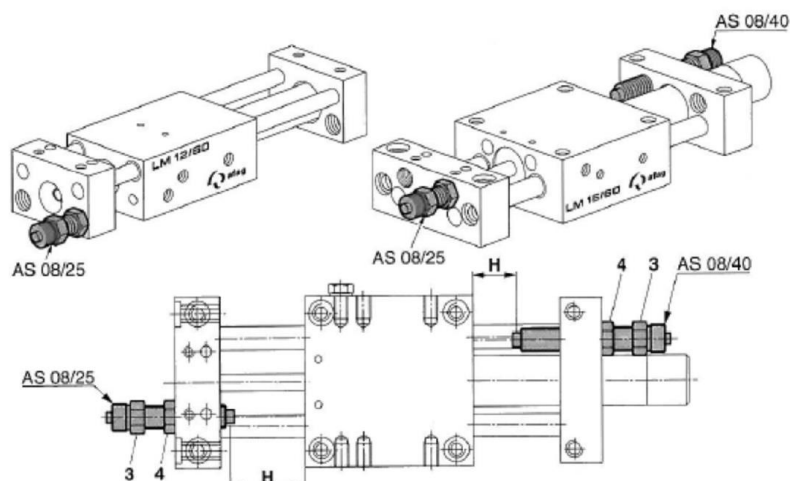

Abb. 20 Hubeinstellung mit Anschlagsschrauben
1. Hub (H) durch Verstellen der Anschlagsschraube (Abb. 20, 3) einstellen.
2. Anschlagsschraube mit Gegenmutter (Abb. 20, 4) sichern.